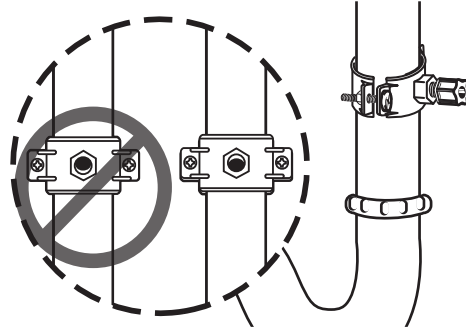

Figure 23
6. Asegúrese de que la junta de caucho esté adherida al interior de la abrazadera de desagüe y coloque la abrazadera de desagüe sobre el orificio perforado. Mire a través del orificio y posicione la abrazadera para que el centro del orificio de la abrazadera sea apenas más alto (alrededor de 1/16") que el centro del orificio perforado, vea la Figure 23. Apriete la abrazadera firmemente.